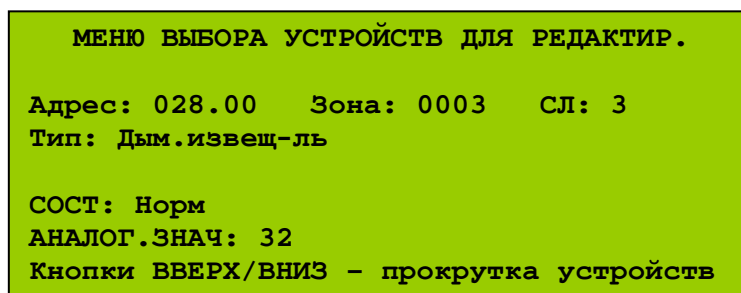

Рис. 105 (Меню выбора АУ для редактирования)
- 3) В меню УДЗ выбрать «Редактирование конфигурации» \ «Редактировать атрибуты устройства» и номер СЛ данного БПК для программирования АУ. Откроется меню выбора АУ для редактирования (Рис. 105).